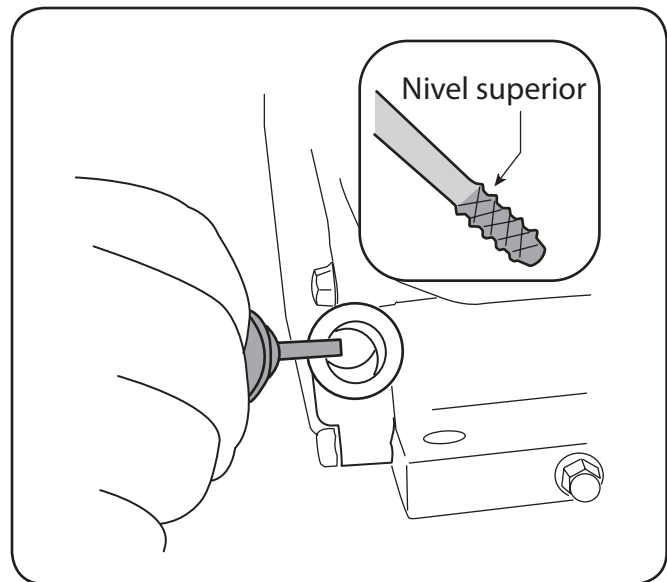

Figura 3-2
- Mantenga el nivel del aceite cerca o ligeramente por debajo de la marca de nivel superior en la varilla de medición o al punto de desborde en motores sin varilla de medición. Vea la Figura 3-2.
1. Retire el tapón de llenado/varilla de medición de aceite y limpie bien la varilla. Vea la Figura 3-2.
3. Saque el tapón / la varilla de medición de aceite. Si el nivel es bajo, agregue lentamente aceite hasta que el nivel registrado esté en un punto intermedio entre alto (H) y bajo (L), Figura 3-2.